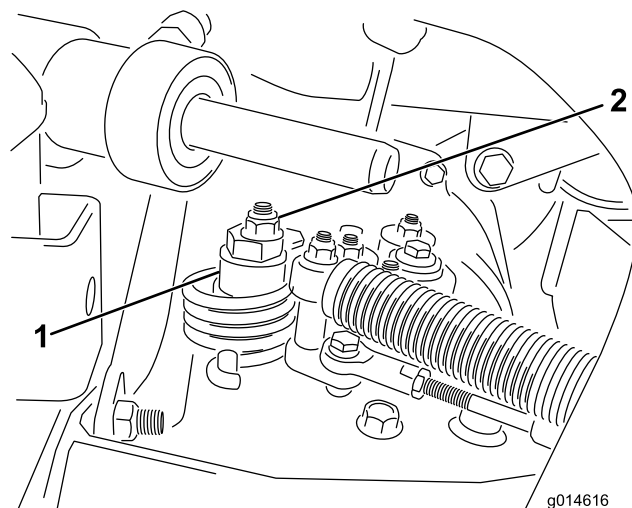

Figura 41
- A. Liberte a porca que fixa o disco excêntrico ao cimo do hidróstato (**Figura 41**).
- C. Rode o disco excêntrico até eliminar a deslocação em qualquer um dos sentidos. Quando a roda deixar de rodar, aperte a porca, bloqueando deste modo o disco excêntrico e fixando a posição de ajuste (**Figura 41**). Verifique se o ajuste é o adequado colocando o acelerador nas posições LENTO e RÁPIDO.